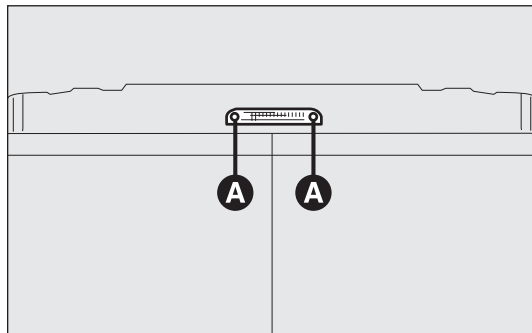

fig. 196
- ☐ dévisser les deux vis de fixation A-fig. 196;